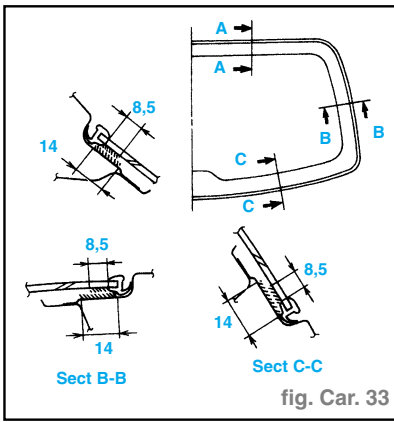

fig. Car. 33
- rie. Laisser sécher la couche d'apprêt pendant environ **30 minutes**. (fig. Car. 33)